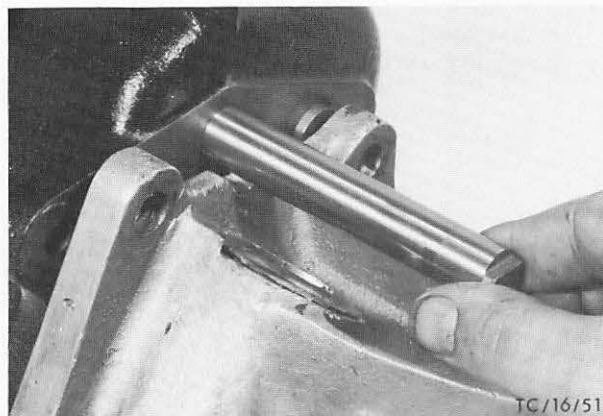

Abb. 63 Vorgelegewelle einbauen
49. Vorgelegewelle in ständiger Berührung mit der Blindwelle von **hinten** in das Gehäuse einschieben und mit einem Kupferhammer bündig zum Kupplungsgehäuse einschlagen. **Das hintere abgeflachte Ende der Welle muß waagerecht stehen.** Abb. 63.